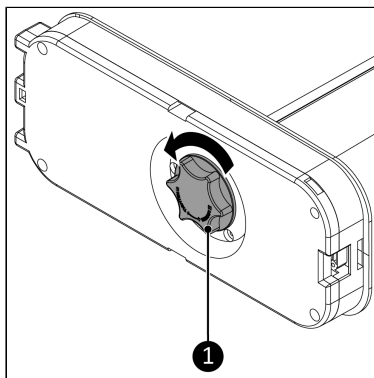

Figure 57.
1. Retirez la vis de sécurité du socle (Figure 57, pos. 1) de l'appareil.